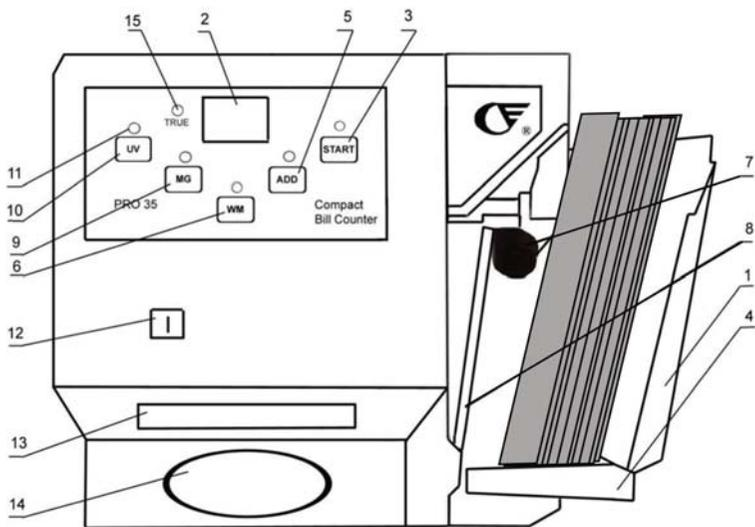

Рисунок 1
**Проверяется уровень УФ-люминесценции банкнот.** При помещении банкноты в лоток 13 Рис. 1 УФ лампа включается автоматически. Проконтролируйте уровень свечения. Фальшивые банкноты, изготовленные с применением обычной («небанковской») белой бумаги, дают яркое свечение. При ультрафиолетовом освещении бумага настоящей банкноты не должна светиться, но наблюдается свечение люминесцентных меток невидимых при обычном освещении волокон, рисунков. При обнаружении банкноты с неправильным ультрафиолетовым отражением раздается звуковой сигнал. При обнаружении подозрительной банкноты необходимо подвергнуть ее дальнейшему анализу, используя методы проверки приведенные ниже п.6 и п.7. Однако яркое свечение может наблюдаться и у подлинных банкнот, случайно попавших под воздействие агрессивных сред. Поэтому для дальнейшего определения подлинности нужно использовать методы проверки приведенные ниже п.6 и п.7.
Нажмите на кнопку «MG», при этом выше загорится соответствующий индикатор. Прислоните банкноту магнитной меткой (номер зеленого цвета для российских рублей) к магнитному датчику (Рис. 1-12) и сделайте несколько возвратно-поступательных движений. При этом, если магнитная метка присутствует, будет периодически раздаваться звуковой сигнал и загораться индикатор магнитного датчика 15 Рис.1. Дальнейшую проверку нужно провести магнитным датчиком по местам банкноты не содержащим магнитного вещества. Если индикатор не вспыхивает, то банкнота подлинная.
Положите банкноту на рабочий стол 14 Рис.1 и и проконтролируйте: